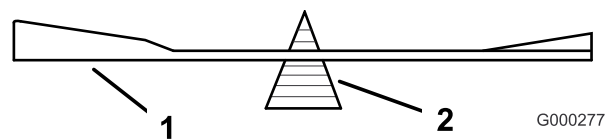

Figura 57
2. Verifique el equilibrio de la cuchilla colocándola sobre un equilibrador de cuchillas (Figura 57).